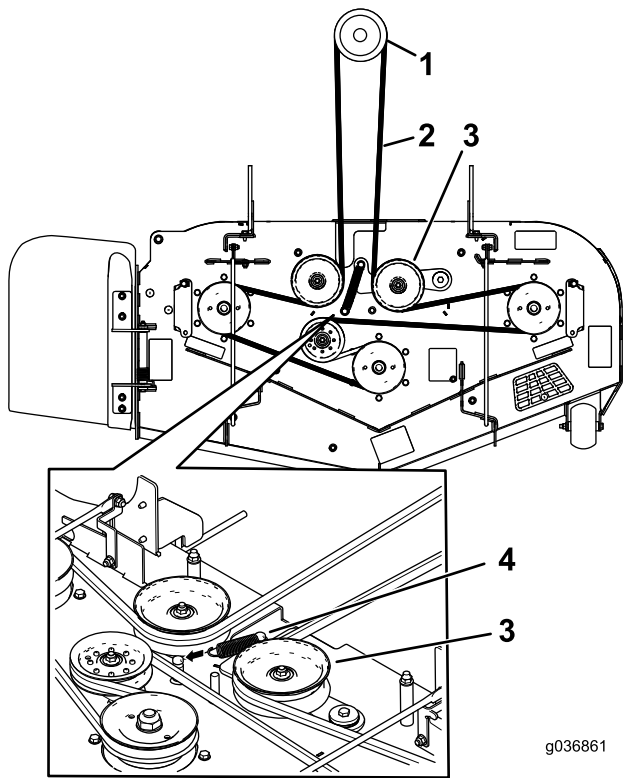
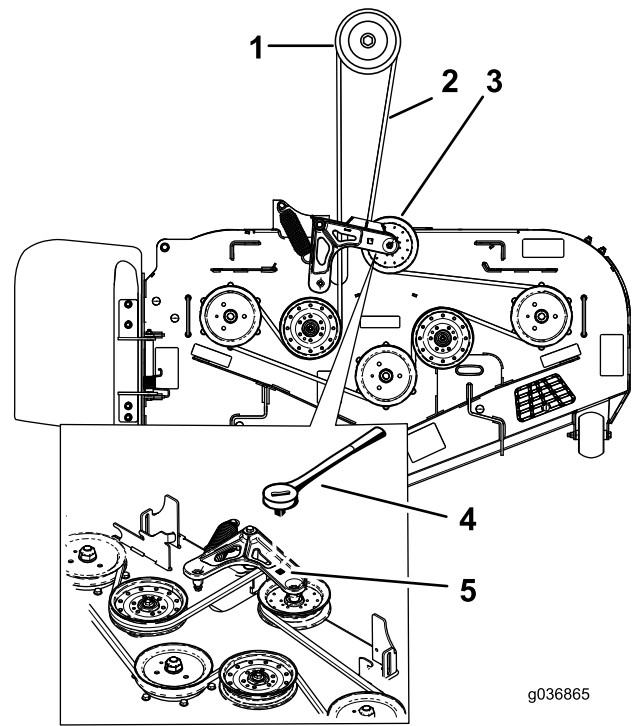

Figura 7
Figura 9
1. En la máquina, elimine la tensión del muelle de la polea tensora; consulte la **Figura 7** o la **Figura 9**.
Nota: Para los modelos de soplador 78404, 78405 y 78406, utilice una llave de carraca en el taladro cuadrado del brazo tensor para eliminar la tensión del muelle tensor (**Figura 9**).
- Instale la correa de la carcasa de corte alrededor de la polea tensora tensada con muelle (Figura 7 o Figura 9).